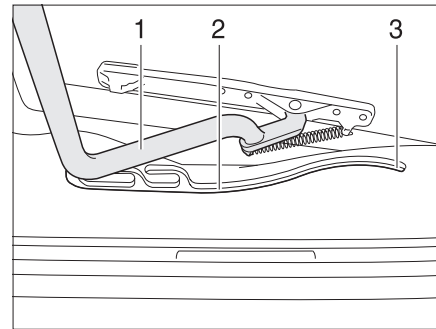

Bild 86 Heki-taklucka, spår
- Dra in bygel (Bild 86,1) i spåret (Bild 86,2) till den bakersta positionen (Bild 86,3).
- Tryck bygel (Bild 86,1) lätt uppåt med båda händerna.
- Drag bygel till önskad position i spåret (Bild 86,2).